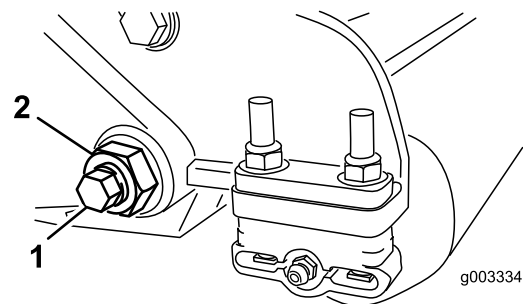
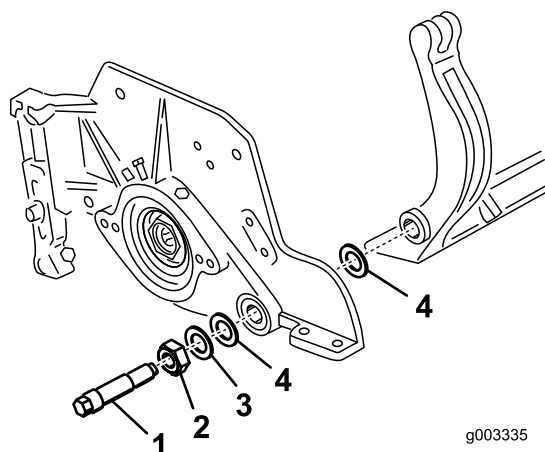

Bild 30
Bild 31
3. Lösen Sie an jeder Seite der Maschine die Klemmmutter, mit der die Schraube des Untermesserträgers befestigt ist (Bild 30).
4. Nehmen Sie jede Schraube des Untermesserträgers ab, damit der Untermesserträger nach unten gezogen und von der Maschine entfernt werden kann (Bild 30). Bewahren Sie die beiden Nylonscheiben und die beiden Scheiben aus gestanzten Stahl an jedem Ende des Untermessers auf (Bild 31).
2. Befestigen Sie den Untermesserträger mit den Untermesserträgerschrauben (Muttern an den Schrauben) und den sechs Scheiben an jeder Seitenplatte. Legen Sie eine Nylonscheibe an jede Seite des Seitenplattenansatzes. Legen Sie eine Stahlscheibe außen auf jede Nylonscheibe (Bild 31). Ziehen Sie die Schrauben des Untermesserträgers auf 37–45 Nm an. Ziehen Sie die Sicherungsmuttern an, bis sich die Stahlscheibe außen nicht mehr dreht und kein Spiel am Ende vorhanden ist, ziehen Sie jedoch nicht zu stark an oder verbiegen Sie die